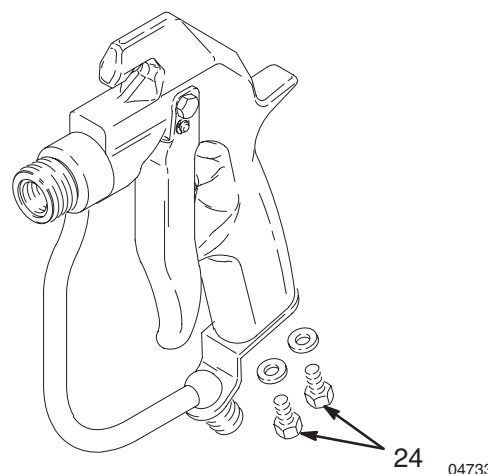

Fig. 19 04733
7. Montera skruvarna (24). Se Fig. 19.